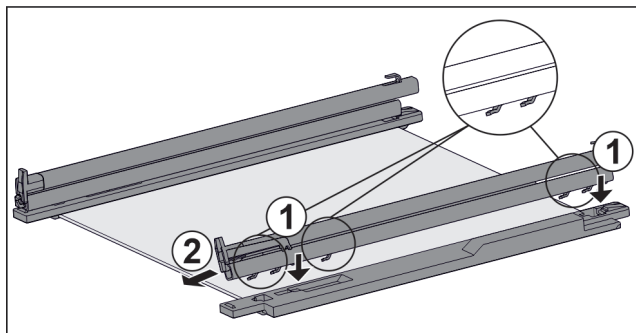

Fig. 202 Glasplatte mit Schienen und Halteteilen
- ▶ Haken der Schiene auf die Öffnungen des **linken** Halte-teils setzen. Fig. 202 (1)
- ▶ Schiene nach vorne ziehen. Fig. 202 (2)
- ▶ Haken der Schiene auf die Öffnungen des **rechten** Halte-teils setzen. Fig. 202 (1)